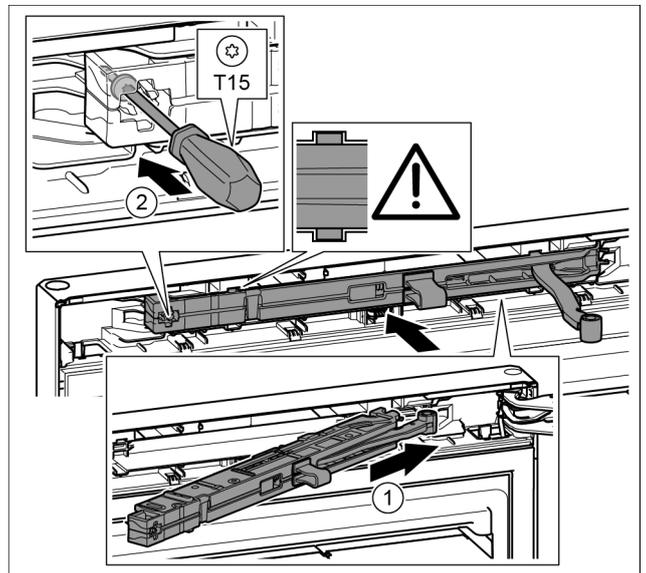

Fig. 21
- ▶ Inclinando nell'incavo spingere l'unità dell'ammortizzatore di chiusura sul lato del blocco di supporto fino alla battuta. Fig. 21 (1)
- ▶ Stringere la vite con un cacciavite T15. Fig. 21 (2)